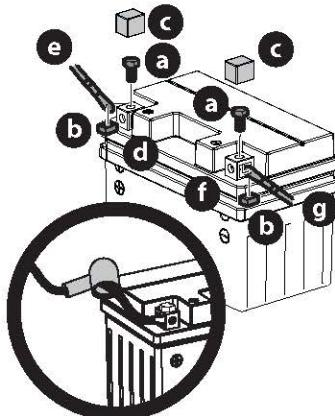

Figura 21
1. Extraiga los tornillos hexagonales (a) y las tuercas cuadradas (b) instalados de fábrica en el extremo del arnés de cables. Guarde los herrajes para uso posterior (Figura 21).
2. Retire la cubierta plástica (c), si está presente, del borne positivo de la batería (d) y una el cable rojo (e) al borne positivo de la batería (b) utilizando uno de los tornillos hexagonales (a) y las tuercas cuadradas (b) que se extrajeron en el paso 1. Use un destornillador Philips (Figura 21).
3. Coloque el capuchón de caucho rojo por encima del borne positivo de la batería para protegerlo contra la corrosión (Figura 21 inserto).
4. Retire la cubierta plástica (c), si está presente, del borne negativo de la batería (f) y una el cable negro (g) al borne negativo de la batería (b) utilizando el tornillo hexagonal restante (a) y la tuerca cuadrada (b) (Figura 21).